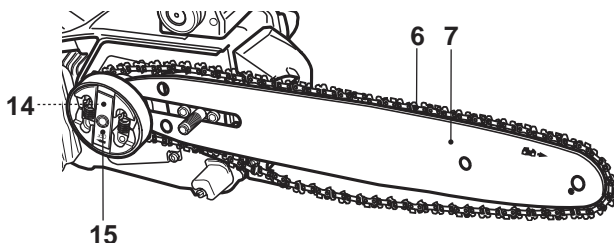

Fig. 3
8. Faites passer la chaîne (6) par-dessus le pignon d'entraînement (14) situé derrière l'embrayage (15), puis enfilez-la autour du guide-chaîne (7). La chaîne doit passer au-dessus de l'attrape-chaîne (13) (fig. 3).